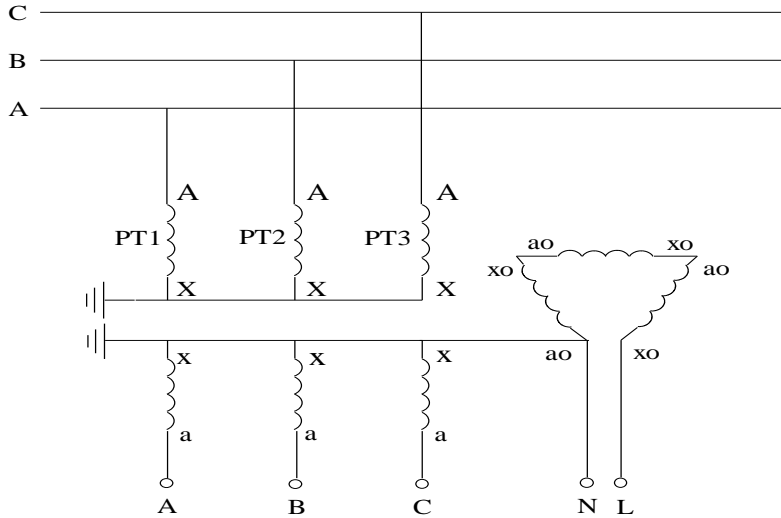
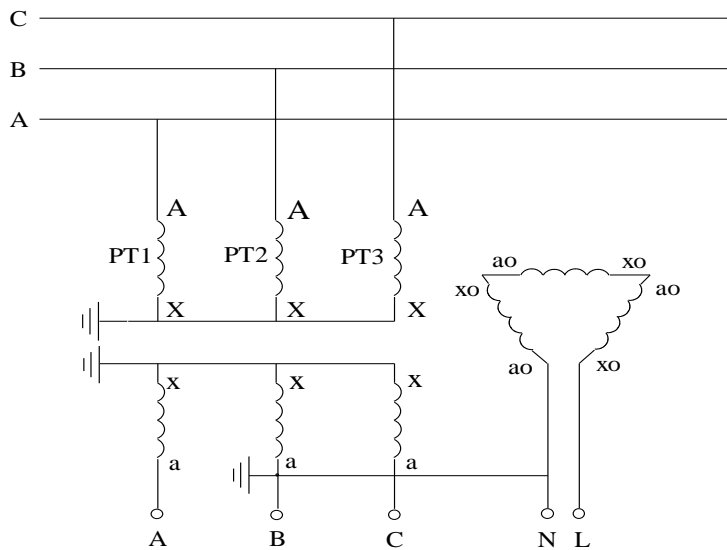

图 4 N 接地方式
图 5 B 相接地方式
这种接线方式分“N 接地”、“B 相接地”两种，分别如图 4 和图 5 所示。对于这两种方式，均从 N-L 两端注入测试信号。根据所用 PT 的不同，组成开口三角的二次绕组
图 4、图 5 所示的系统运行方式是从开口三角测量系统容流时所必须的运行方式, 而对于一般的配网系统, 并不都是处于这样的运行方式下, 例如在系统中还接在消弧线圈、PT 高压侧中性点接有高阻消谐器、PT 开口三角接有二次消谐装置等。这时, 为了使用 YTC750 型配网电容电流测试仪进行容性电流的测量, 必须将运行方式转换为图 4 或图 5 所示的运行方式。
(1) 检查测量用的 PT 高压侧中性点是否安装高阻消谐器，如有，将其短接。从测量原理可知，选用哪组 PT 进行测量，我们就只考虑这组 PT 的接线情况。而无需关心系统内的其他 PT 的情况。
(2) 如果系统中有些 PT 安装高阻消谐器，有些没安装，则完全可以从没有安装高阻消谐器的 PT 进行测量，这样可以省去短接消谐器的工作。
(3) 检查消弧线圈是否全部退出运行。在有电气联系的被测电压等级系统中所有消弧线圈均要退出运行，并非只退出该变电站的消弧线圈。同时只考虑被测电压等级的情况，无需考虑其他电压等级的情况。例如，被测变电站 A 为 10kV 系统，并通过联络线与变电站 B 的 10kV 系统相连，变电站 A 有 2 台消弧线圈，变电站 B 有 1 台消弧线圈，则测量时有电气联系的这 3 台消弧线圈均要退出运行；而 35kV 系统有无消弧线圈则无需考虑。
(4) 退出 PT 开口三角的消谐装置。如果经过实测证明，开口三角所接的某些厂家某些型号的二次消谐装置对测量结果没有影响，则消谐装置可以不退出运行。一般对于微电脑控制的消谐器，其只有在系统有谐振发生时才动作，该类消谐器一般对测量无影响。
(5) 如果 PT 二次侧并列运行（很少见），则将其改为单独运行。
(6) 确保将“YTC750 型配网电容电流测试仪”的电流输出端正确接到图 4 的开口三角 N-L 上。一般在二次的端子编号为 N600 和 L630。为了确保连接正确，可以按下列方法进行检查：
①用万用表分别测量 PT 二次侧三相电压和开口三角电压；
②将三相电压中的最大值减去最小值得到的差和开口三角电压比较，如果两者差不多，就说明找到的开口三角端是正确的；如果两者差别很大，则说明没有正确找到开口三角端。
(7) 例如，测量得到三相电压分别为 61V、60V、59.5V，则正确的开口三角电压应为 1.5V 左右，如果测量得到的开口三角电压仅为 0.2V，说明找到的开口三角端不正确或 PT 开口三角连线已经断开（在现场实测中发现有多个变电站的 PT 开口三角连线断开情况）。
(8) 设置正确的 PT 变比，PT 一般是采用 100/3V 的二次绕组连接成开口三角，但也有特殊的情况，有些变电站的 PT 采用 100V 二次绕组组成开口三角。为了确保选择变比的正确，可以通过测量组成开口三角的各绕组的电压来确定。
2、按图 12 接线，将测试仪的电流输出端与 PT 开口三角端连接，对于 4PT 接线方式的系统，则将仪器的电流输出端与图 4 或图 5 中所示的 N-L 端相连即可。
如果做 10kV 配电网的电容电流试验，直接按确认键，开始测量；并显示图 5 测量扫频过程，按照余下步骤操作；